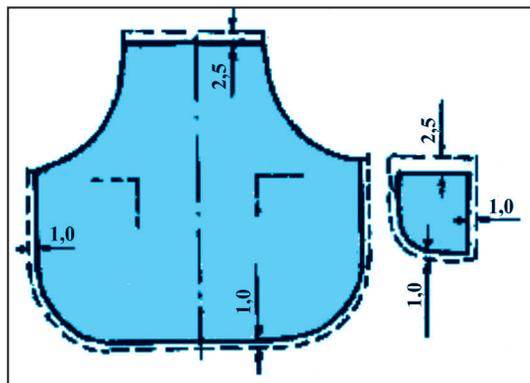

Рис.44. Детали фартука.
фартука, боковых частей и нагрудника оставляют припуски на швы и расчерчивают мелом (рис.44).
7. В результате раскроя фартука с цельнокроеным нагрудником образовались следующие детали (рис.44):
1. Середину фартука отмечают крупными стежками (на рис.44 средняя центральная линия).
Если у цельнокроеного фартука предусмотрен один накладной карман, то он пришивается по средней центральной линии. Если карманов два, то они пришиваются, как показано на рис.44.